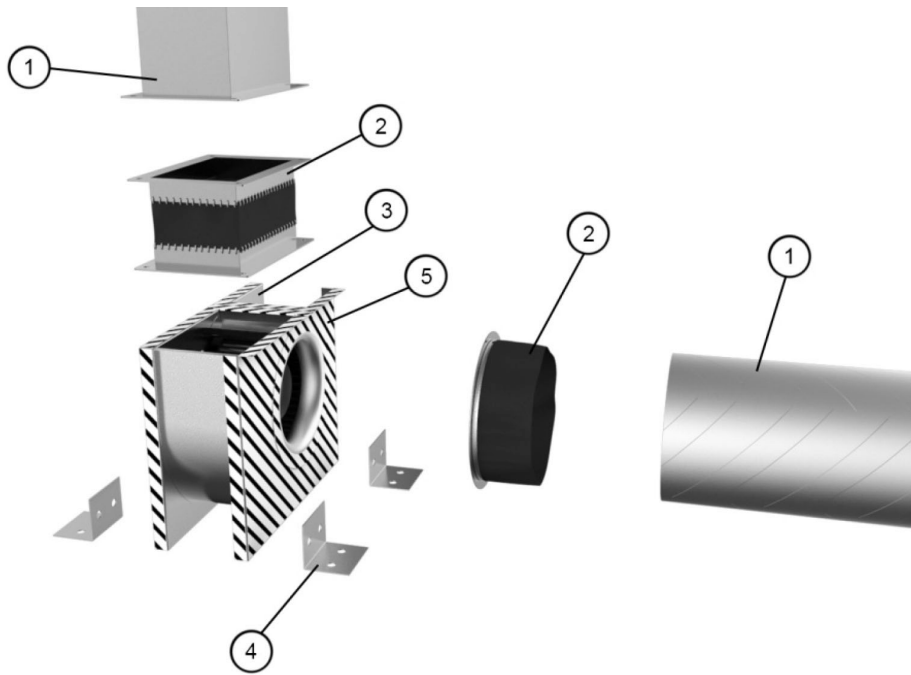
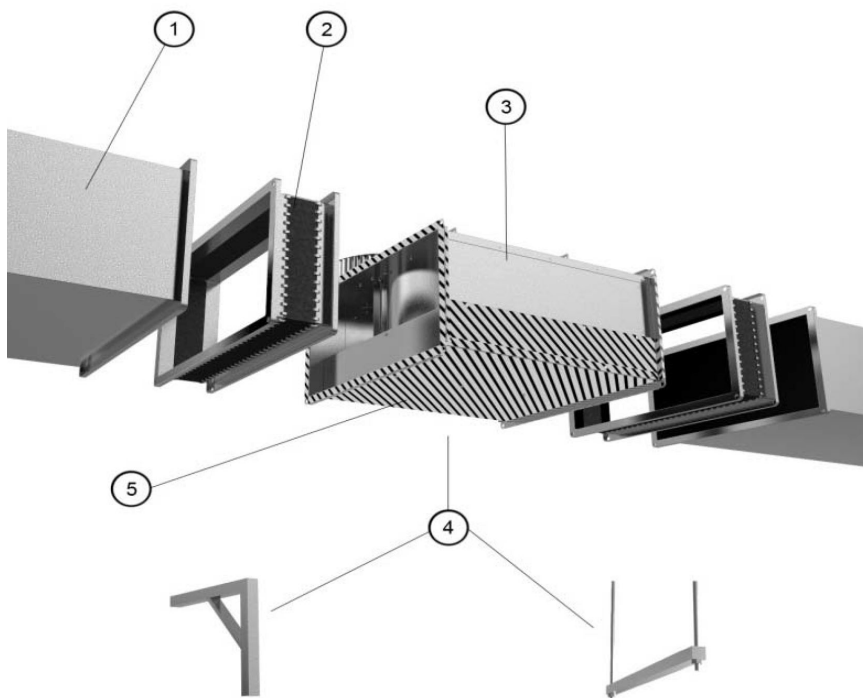

Рис. 1 DKEX
Рис. 2 KTEX
Примеры установки (рисунок 1, рисунок 2) являются только руководством для установки, в ходе которой определение размеров подвесных механизмов должно выполняться монтажной организацией и адаптироваться к сложившимся условиям. Вентиляторы (3) могут устанавливаться с помощью кронштейнов или подвесных креплений (4). Если на вентиляторах установлена какая-либо форма подвесного устройства или кронштейна, расстояние до движущихся частей должно быть не менее 25 мм. Винтовые или заклепочные соединения необходимо адаптировать для соответствующего использования. После завершения установки следует провести очистку вентилятора. Пунктирные области (5) подходят для установки воздуховодов и любых устройств подвешивания. Воздуховоды (1) следует подключать к вентиляторам с помощью втулок (2).